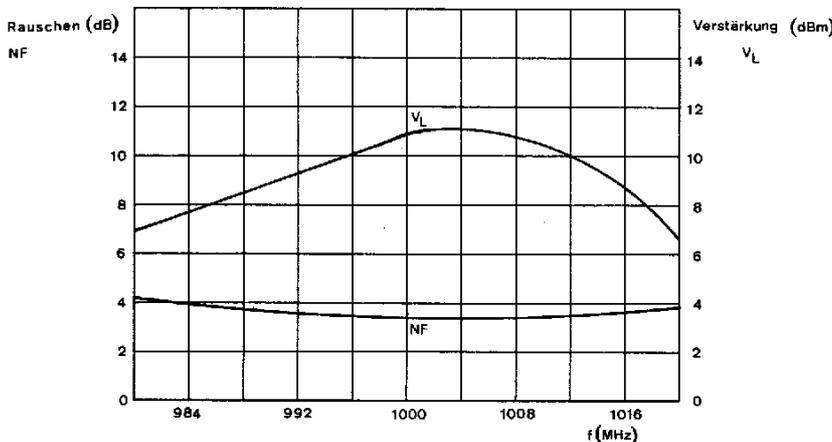

Fig. 18: Verstärkungs- bzw. Rauschverhalten
3.5.6 Rauschverhalten des Verstärkers (Fig. 18)